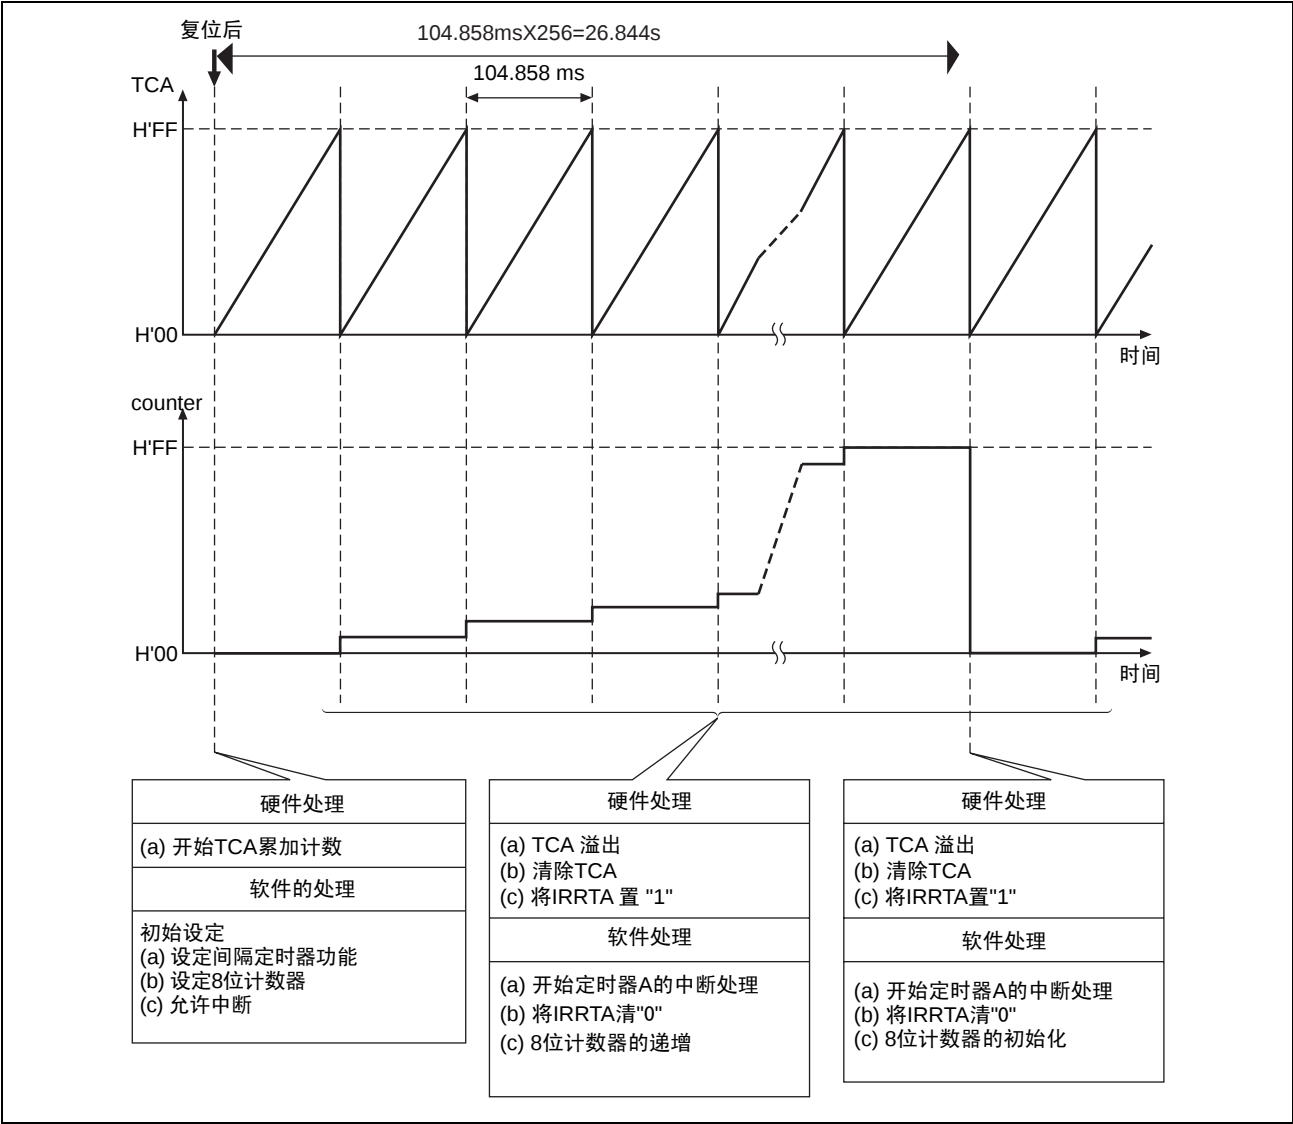

图 2 通过定时器 A 的间隔功能进行 8 位计数器的累加计数的运行说明
(1) 运行说明如图 2 所示。通过如图 2 所示的硬件处理和软件处理，进行定时器 A 间隔功能的 8 位计数器的累加计数。